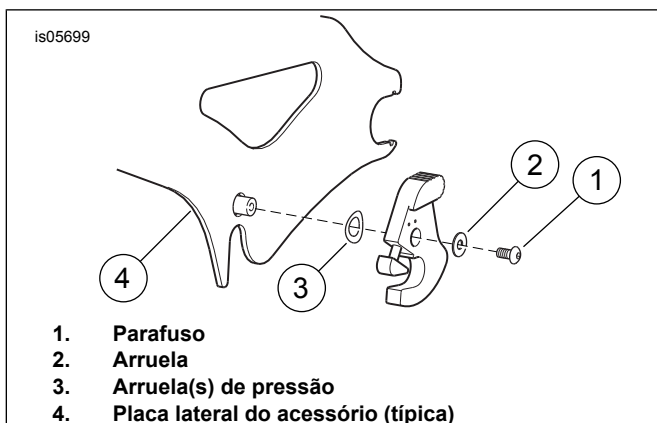

Figura 2. Remova o trinco (a instalação mostrada é a externa direita)
2. Veja Figura 2 . Remova o parafuso (1) e a arruela (2) do trinco que está sendo substituído. Reserve o parafuso e a arruela para a instalação.